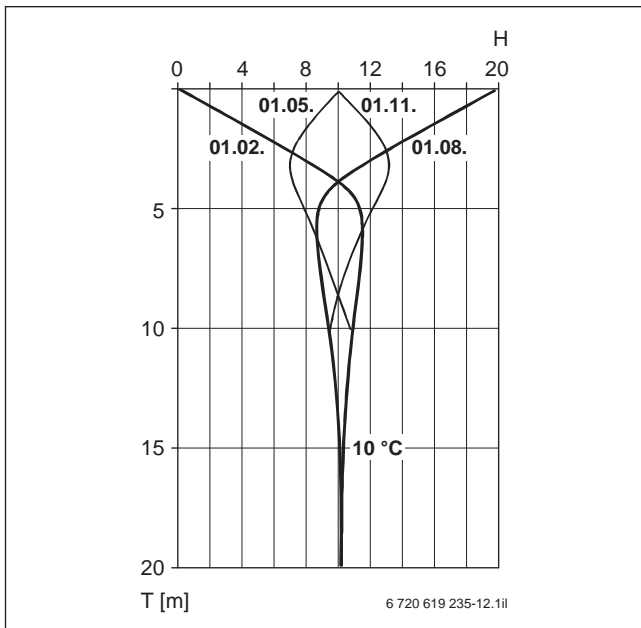

Bild 57 Temperaturverlauf in unterschiedlichen Tiefen des Erdreichs abhängig von einem jahreszeitlichen, mittleren Temperaturwert an der Erdoberfläche
- Rohrwendel über Vorlaufverteiler und Rücklaufsammler verlegt gemäß Skizze (→ Bild 57, Seite 60)
Eine Erdwärmesondenanlage entzieht dem Boden Wärme über ein Wärmetauschersystem, das in einer Bohrung von 20 m ... 100 m Tiefe im Erdreich installiert ist. Ab einer Tiefe von ca. 15 m liegt die Erdtemperatur in Höhenlagen bis 500 m ganzjährig über 10 °C (→ Bild 57).